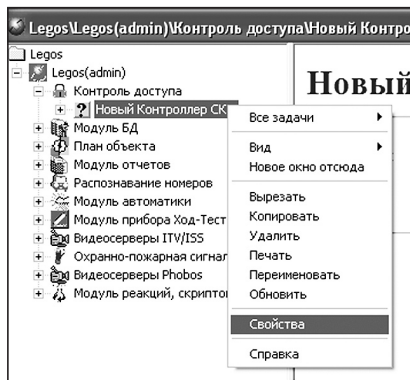
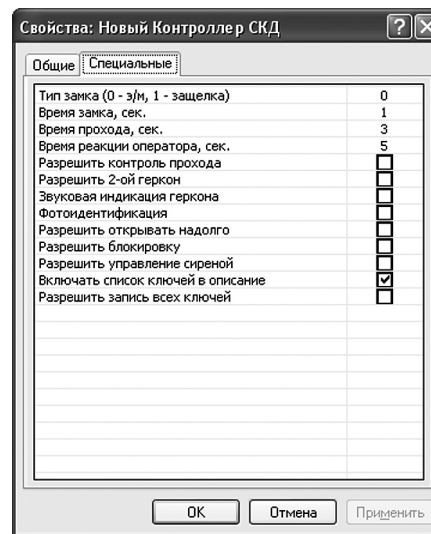

Рисунок 4.
Рисунок 6.
Для настройки общих и специальных параметров контроллера запустите ПО Legos. В дереве компонент консоли раскройте пункт **Контроль доступа** и выберите необходимый контроллер (например, на Рис.6 – Новый контроллер). В контекстном меню (вызывается правой кнопкой мыши) выберите **Свойства** или нажмите кнопку  на панели инструментов (Рис. 4).
Параметры вкладки **Специальные** (Рис.6):
1 Здесь и далее - для активации режима установки соответствующий флажок (Рис. 6). Если флажок не установлен, режим не действует.
- **Открыть дверь** – Открыть точку доступа на время, установленное параметром **Время прохода** (Рис.6).
- **Записать общие параметры** – Записать в память контроллера параметры, указанные на вкладке **Специальные** окна **Свойства** контроллера (Рис.6).